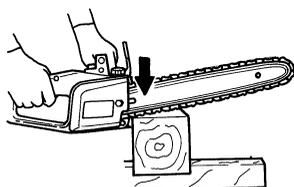

図 9
- (1) チェーン刃が木材に触れない状態でスイッチを入れ、チェーン刃のスピードが上がってから切断を始めます。
- (2) 細い木材を切断する場合は、ガイドバーのつけ根付近を木材に軽く押しつけるだけで切断できます。(図9)